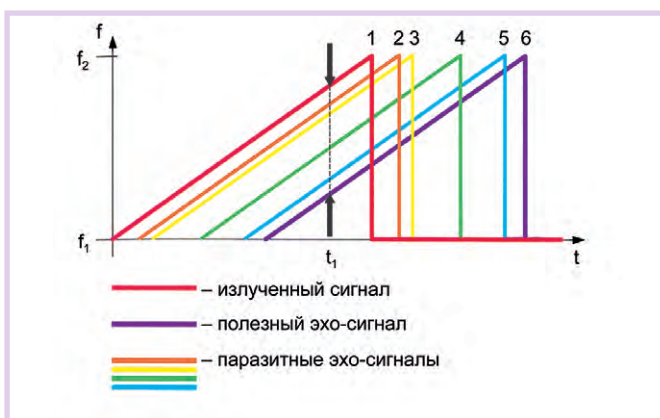

Рис. 2. Паразитные отражения при использовании технологии FMCW
Идеальными для уровнемера FMCW являются условия, когда поверхность контролируемой среды имеет достаточно большую площадь, на ней отсутствуют какие-либо возмущения, а сам резервуар полностью свободен от каких-либо внутренних конструктивных элементов. Однако реальные условия разительно отличаются от идеальных и привносят дополнительные проблемы, связанные с образованием большого числа паразитных эхо-сигналов от элементов конструкции, неровностей поверхности (особенно при контроле сыпучих материалов) и т.п. (рис. 2). Кроме того, приём и передача сигнала осуществляются одновременно. В результате на входе приёмника уровнемера присутствует сложная смесь сигналов с очень большим разбросом по амплитуде. Для выделения частот эхо-сигналов применяется алгоритм, основанный на методе быстрого преобразования Фурье. Для его реализации требуются значительные вычислительные ресурсы и относительно продолжительное время. Результатом преобразования является частотный спектр принятого сигнала, в котором относительная амплитуда каждой частотной составляющей (U) пропорциональна мощности конкретного эхо-сигнала, а величина частотного сдвига пропорциональна расстоянию источника этого эхо-сигнала от излучателя (рис. 3). Выделять полезный эхо-сигнал и игнорировать остальные обеспечивает специальное программное обеспечение, установленное на сервисном компьютере или встроенное в уровнемер. Главная проблема заключа-